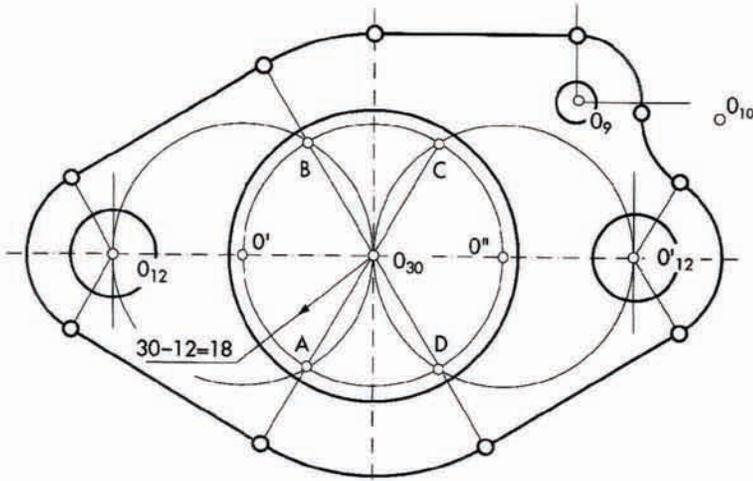

Fig. 43. Trazado de la junta.
7. Se trazan las circunferencias de diámetros 12, 40 y 5, con lo que queda concluido el dibujo (fig. 43), a falta de la acotación que se verá con detalle en la PARTE III.